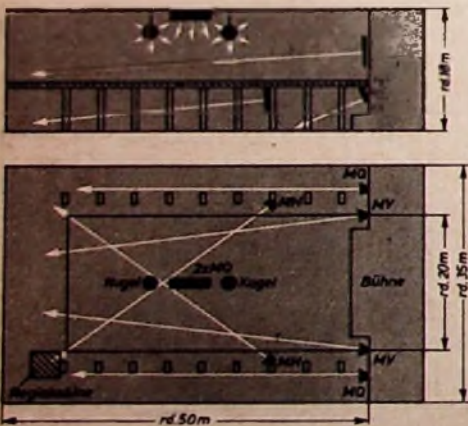

Bild 1. Seitenriß und Grundriß der Weser-Ems-Halle in Oldenburg; MH, MQ und MV=Tonstrahler
Bild 1. Prinzipalschaltbild des HF-Teiles (links und unten). S 21 — S 22 = UKW - Eingangsübertrager; S 24 = UKW-Oszillatorkreis; S 25 = UKW - Zwischenkreisspule; S 26 — S 27 = FM-ZF-Filter; S 28 = Antennenspule (M und L); S 29 = AM-Zwischenkreisspule; S 35 — S 36 = FM-ZF-Kreis; S 37 = AM-ZF-Kreis; S 33 = Oszillatorkreis (L); S 30 = Oszillatorkreis (M); S 47 — S 48 = FM-ZF-Kreis; S 49 = AM-ZF-Kreis; S 50 = S 51 = FM-ZF-Filter; S 54 = AM-ZF-Kreis; S 52 — S 53 = AM-ZF-Filter; S 55 — S 56 = S 56 — S 57 = FM-Ratiodetektor; S 59 — S 60 = S 60 = AM-Ratiodetektor
Die Schaltung des „Paladin Automatic 661“ (Bild 1) entspricht in ihren Grundzügen dem schon bekannten UKW-Autosuper „ND 551 V“. Der HF- und Abstimmteil sowie der Netzteil haben die Abmessungen der früheren Philips-Autosuper, um den Einbau in das Kfz nicht zu komplizieren. Der ZF- und Automatiktell läßt sich in verschiedener Weise mit dem HF- und Abstimmteil zusammenschrauben, so daß sich mehrere Montagemöglichkeiten ergeben. Elektrisch sind die beiden Teile bei FM hinter der ersten ZF-Stufe, bei AM hinter der Mischstufe getrennt. Dadurch ergibt sich infolge Aufteilung der gesamten ZF-Verstärkung auf zwei Chassis der Vorteil, hohe Verstärkungen ohne die Gefahr einer Rückkopplung beherrschen zu können.
Wie im Bild 1 dargestellt, werden für Übertragungen von der Bühne aus Tonstrahler „MV“ von je 3 m Länge mit je 12 Systemen für die Beschallung des Ranges und des Parketts. Der sehr weit vorgezogene Rang schwächt für die darunterliegenden Parkettplätze den Schall, so daß zusätzlich zwei 25-W-Tonstrahler „MQ“ mit je drei Systemen und zwei 50-W-Tonstrahler „MH“ mit je sechs Systemen notwendig waren. Mit dieser Anordnung erreicht man auch für die hohen Fre-
Ein interessanter Eindraht-Multiband-Strahler, dessen Prinzip allerdings schon seit längerer Zeit bekannt ist [1], wurde von Buchanan W3DZZ [2] beschrieben. Bild 1 zeigt das Prinzip der Anordnung. Es handelt sich um einen Dipol, der mit einem unabgestimmten symmetrischen Kabel (75 Ohm) gespeist wird. In die beiden Dipolhälften sind Schwingkreise eingefügt (Bild 1a). Für die Resonanzfrequenz  $f_1$  der Kreise sind die Dipolhälften elektrisch unterbrochen, da die Kreise dann einen hohen Resonanzwiderstand haben. Als Strahler wirken also bei  $f_1$  nur die Stücke  $h_1$ .
Bild 1. Abstimmung einer Dipolantenne auf mehrere Frequenzen. a = Auftrennung der Dipolhälften durch Resonanzkreise, b = Verlängerung der Dipolhälften durch die Induktivität L der Resonanzkreise, c = Verkürzung der beiden Dipolhälften durch die Kapazität C der Resonanzkreise
Eine Antenne mit den im Bild 1 angegebenen Werten arbeitet folgendermaßen: Die Drahtstücke  $h_1$  werden für das 40-m-Band als Halbwellendipol bemessen. Die Resonanzfrequenz der Schwingkreise liegt auch in diesem Band und isoliert so elektrisch die außerhalb liegenden Enden  $h_2$ . Diese werden so lang gemacht, daß  $h_1$ ,  $h_2$  und die Spulen einen Halbwellendipol für 80 m bilden. Die Kapazitäten hingegen verkürzen die Antennenlänge, so daß sich für 20 m  $3\lambda/2$ , für 15 m  $5\lambda/2$  und für 10 m  $7\lambda/2$  ergibt. Die Antenne kann daher auf allen Bändern über ein 75-Ohm-Kabel gespeist werden. Das Stehwellenverhältnis ist auf keinem Band größer als 1:2. Dazu müssen allerdings die Spulen sehr hohe Güten (über 100) aufweisen.